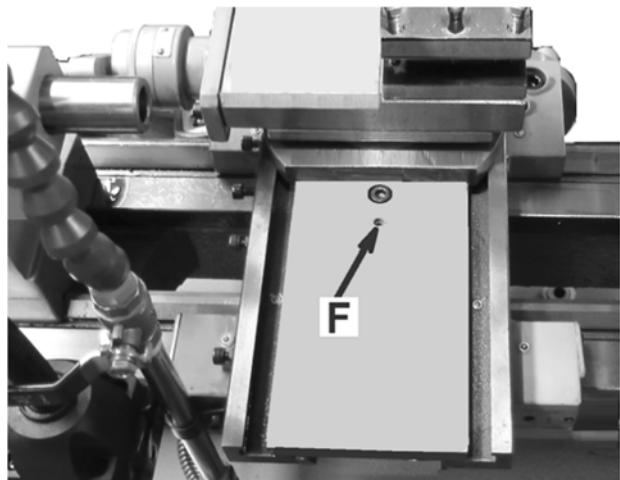

*Abb. 11-3: Schlitten einstellen*
Jeder Schlitten ist mit einer Einstellleiste versehen (C, Abb. 11-3). Mithilfe der Schrauben (E), an denen Sicherungsmuttern angebracht sind, können Einstellungen vorgenommen werden.